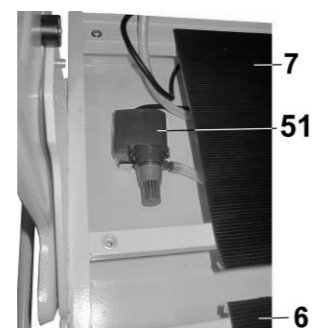

Рис. 7
9.2.2. Сдвиньте рабочий стол (7), и как показано на рис.7, установите насос (51).
11.2.1. Заполните поддон (15) достаточным количеством воды так, чтобы заборная часть насоса (51) была полностью погружена в воду, Рис.7.